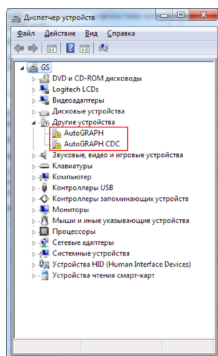

Рис.1.
2. Подключите контроллер «АвтоГРАФ» к ПК, используя интерфейсный кабель USB AM – USB miniB 5 pin. Система автоматически найдет новое оборудование (Рис.1). Для работы контроллера с сервисно-диагностическими, диспетчерскими и конфигурационными программами необходимо установить драйверы устройств «AutoGRAPH» и «AutoGRAPH CDC».